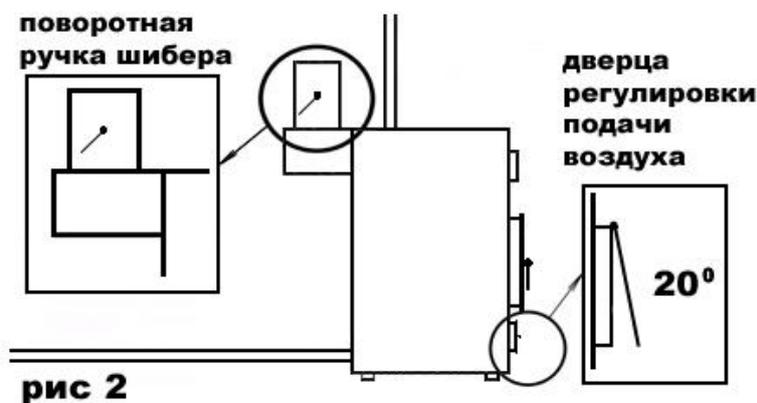

Рис. 2
8. – после этого дверцу регулировки подачи воздуха необходимо прикрыть, на половину (рис. 2), так чтобы через воздушный зазор не выхлопывался дым, если дым будет выхлопываться, то прикройте дверцу регулировки подачи воздуха еще, но не полностью,